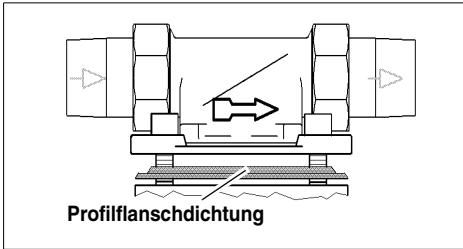

Abb. 4: Einbaudrehflansch
**Der Einbaudrehflansch muss in Fliessrichtung installiert werden. Diese ist durch einen eingegossenen Pfeil gekennzeichnet (siehe Abb. 4).**
Das Profil der Profilflanschdichtung muss zum Einbaudrehflansch zeigen (siehe Abb. 4). Wird dies nicht beachtet, so kann es zu Undichtheiten und zum Austreten von Wasser kommen. Dabei können Wasserschäden an Haus und Einrichtung entstehen.